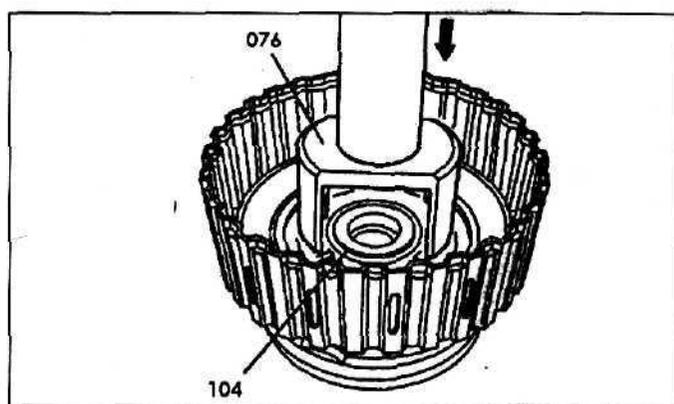

Рис. 70.
3. Удалите стопорное кольцо (84b) из внутреннего барабана блокировочной муфты К1 (84) и эпициклическое колесо (84а) переднего планетарного ряда, повернув его для этого на $18^\circ - 23^\circ$.
4. Удалите ведущий вал с барабаном блокировочной муфты К2 (100).
5. Снимите упорный игольчатый подшипник (85).
6. Удалите стопорное кольцо (106) из внешнего барабана блокировочной муфты К2.
7. Удалите тарельчатую пружину (107) и фрикционные диски (105). Проверьте фрикционные диски на предмет их подгорания и износа.
8. Установите приспособление (076) на упругое кольцо (103) и надавите на него так, чтобы освободить стопорное кольцо (104) (рис. 70).
9. Удалите стопорное кольцо (104).
10. Удалите внешнего барабана тарельчатую пружину (102) и поршень (101).